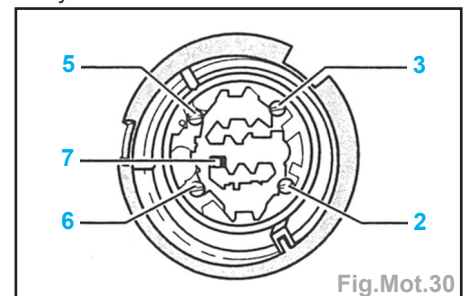

Fig.Mot.30
- Contrôler la résistance des vannes d'injecteurs-pompes entre les contacts de la fiche (Fig.Mot.30) :